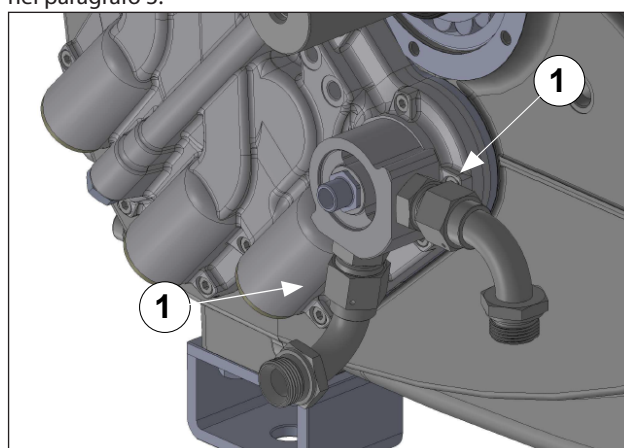

Fig. 131
Avvitare le due curve di raccordo ai tubi scambiatore (pos. ①, Fig. 131) e serrarle con chiave dinamometrica come indicato nel paragrafo 3.